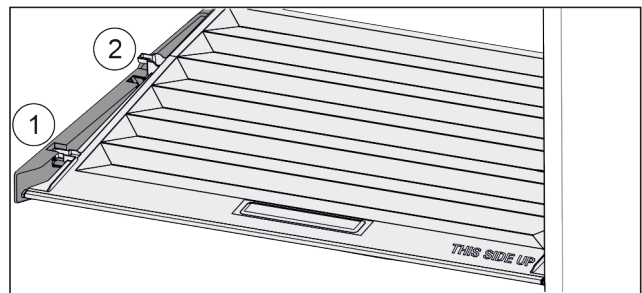

Fig. 85
- ▶ Deksel tot de opening in de vasthouddelen naar voren trekken Fig. 85 (1).
- ▶ Aan de achterkant vanaf de onderkant omhoog tillen en vanaf de bovenkant verwijderen Fig. 85 (2).